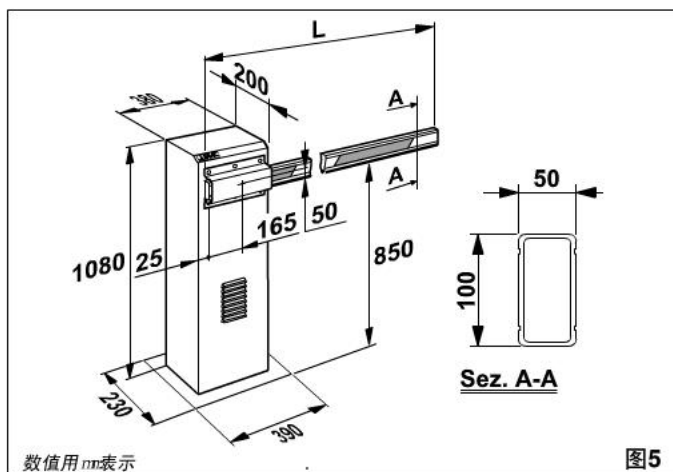

图5
- 1) 如图 5 所示安装底座。
- 1) 拧下 4个螺母 (图 5-D), 把机壳固定到底板, 图 8所示。